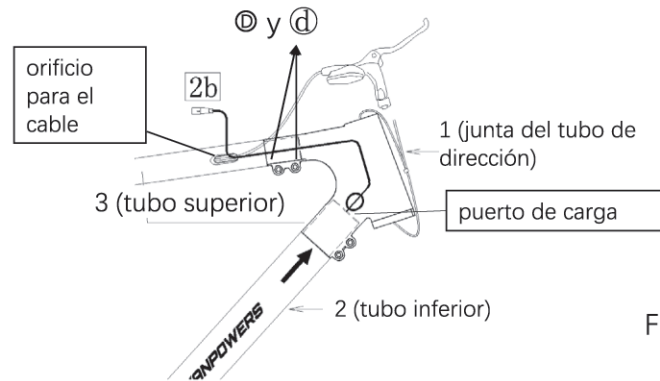

Figura 6
b. Insertar la Parte 3 en la Parte 1, pero sin apretar aún los tornillos © y ⓐ, como se muestra en la Figura 6.